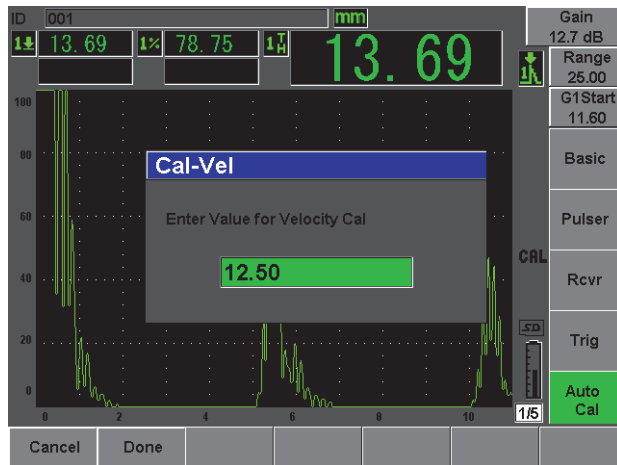

Abbildung 2-16 Wert Cal-Vel (Justierung der Schallgeschwindigkeit)
14. Mit dem Drehknopf oder den Navigationspfeilen den angezeigten Wert korrigieren und auf die richtige Dicke einstellen. In diesem Beispiel ist der Schallkopf an die Stufe 12,5 mm gekoppelt (siehe Abbildung 2-16 auf Seite 53).